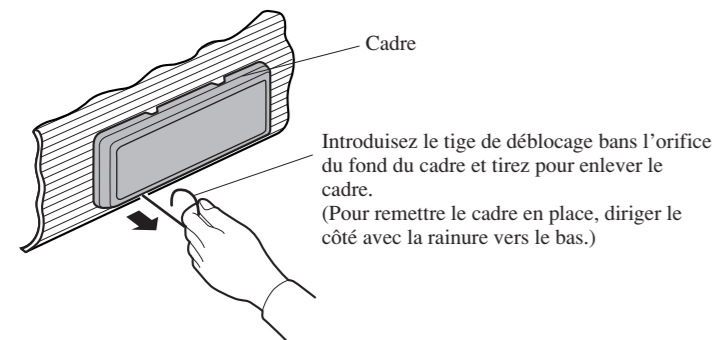
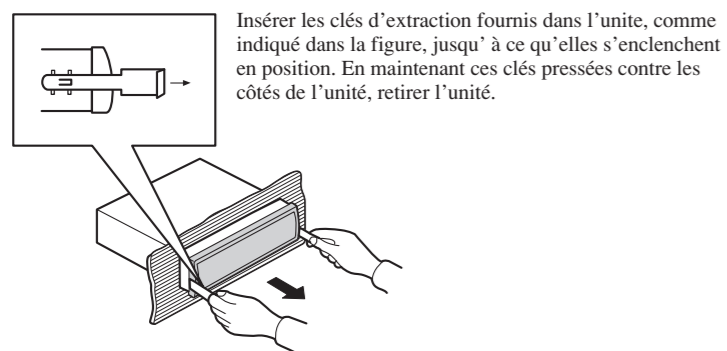

Fig. 8
Fig. 9
**Dépose de l'unité (Fig. 8) (Fig. 9)**